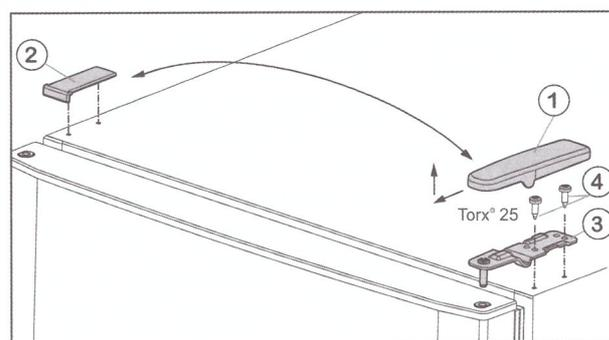
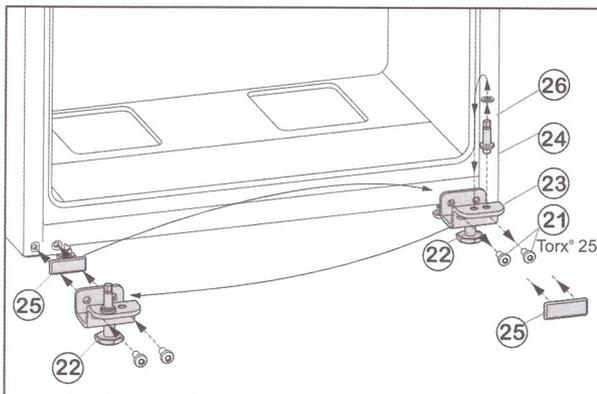

Fig. 5
Fig. 7
- ▶ Enlever le cache Fig. 5 (1) vers l'avant et vers le haut.
- ▶ Retirer le cache Fig. 5 (2).
- ▶ Dévisser le support d'appui supérieur Fig. 5 (3) (2 Torx® 25) Fig. 5 (4) et retirer vers le haut.
- ▶ Desserrer les vis de fixation Fig. 7 (21).
- ▶ Retirer l'ensemble du support de palier inférieur Fig. 7 (23) avec le boulon de palier Fig. 7 (24), la rondelle Fig. 7 (26) et le pied de réglage Fig. 7 (22).
- ▶ Dévisser l'ensemble du boulon de palier Fig. 7 (24) avec la rondelle Fig. 7 (26), déplacer le tout dans le trou de préhension du côté opposé du support de palier et revisser fermement.
- ▶ Retirer avec précaution la plaque de recouvrement Fig. 7 (25) et la déplacer du côté opposé.
- ▶ Revisser l'ensemble du support de palier inférieur Fig. 7 (23) avec le boulon de palier Fig. 7 (24), la rondelle Fig. 7 (26) et le pied de réglage Fig. 7 (22) du côté de la nouvelle charnière, au besoin à l'aide d'une visseuse sans fil (en appliquant un couple de 4 Nm).
- ▶ Placer la porte inférieure depuis le haut sur le boulon Fig. 7 (24).
- ▶ Remettre en place le support de palier du milieu (13) à 180° dans la porte inférieure et la visser solidement à l'aide des vis de fixation (11) (2 fois Torx® 25) sur le nouveau côté de la charnière (avec 4 Nm).
- ▶ Remettre en place la rondelle de plastique (10).
- ▶ Mettre en place la porte supérieure sur le support de palier (13).
- ▶ Placer le support d'appui supérieur Fig. 5 (3) sur le nouveau côté charnière de porte.
- ▶ Revisser le support de palier (en appliquant un couple de 4 Nm) (2 Torx® 25) Fig. 5 (4). Utiliser au besoin une visseuse sans fil.
- ▶ Remettre en place l'habillage Fig. 5 (1) du côté opposé depuis l'extérieur et l'enclencher.
- ▶ Remettre en place l'habillage Fig. 5 (2) du côté opposé depuis le dessus et l'enclencher.
- ▶ Dévisser le pied de réglage Fig. 7 (22) au niveau du support de palier inférieur Fig. 7 (23) jusqu'à ce qu'il repose au sol.